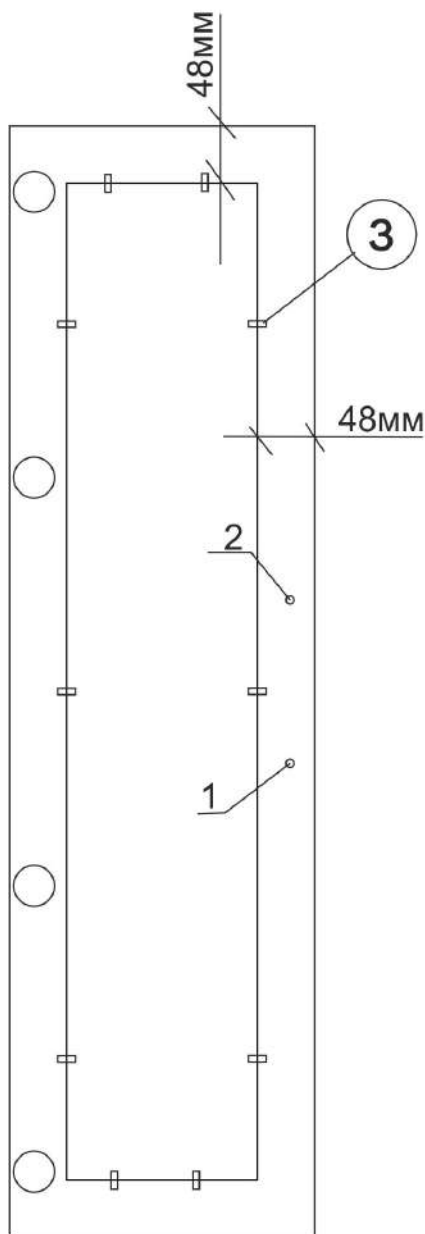

Рис.6
- 4) В глухие отверстия на стойках (1,2) на уровне щита (5) вкручиваем дюбеля эксцентриковых стяжек.
- 5) В глухие отверстия щита (5) вставляем эксцентрики (стрелки на эксцентриках должны быть направлены на ближайший торец детали).
- 6) Затягивая эксцентрики, соединяем стойки (1,2) и щит (5).
- 7) С помощью шкантов (и) и евровинтов (а) присоединяем к дну (4) цоколя (9). Для большей прочности соединения рекомендуется нанести на шканты небольшое количество клея ПВА перед тем как вставлять их в отверстия.
- 8) Гвоздями прибиваем заднюю стенку (10). Перед тем как прибивать заднюю стенку рекомендуем проверить прямоугольность сборки.
- 9) В глухие отверстия стоек (1,2) на уровне полок (7) вставляем полкодержатели с присосками (ж) и устанавливаем на них полки (7).
- 10) В глухие отверстия стоек (1,2) на уровне полки (8) вставляем полкодержатели (е) и устанавливаем на них полку (8).
- К фасаду (9) необходимо прикрепить 2 петли обычные и 2 петли с доводчиком.
- К фасаду (10) необходимо прикрепить 1 петлю обычную и 1 петлю с доводчиком.
- 13) К фасаду (9) крепим стекло (13) с помощью стеклодержателей (з) и саморезов (д). (рис. 6)
- 15) К изделию двусторонним скотчем крепим цоколь декоративный (11).
Смотри рис. 6.